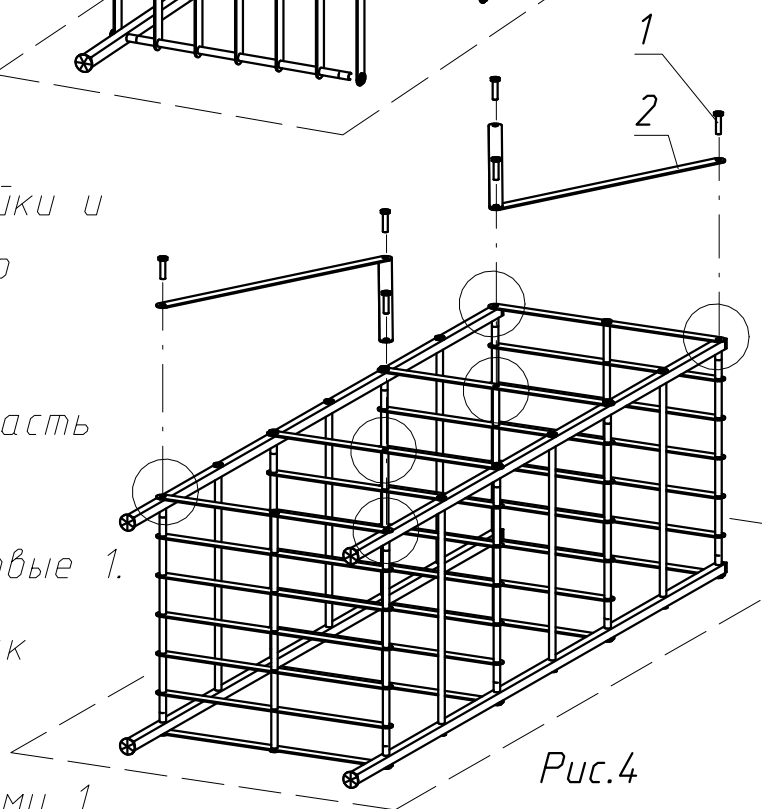

Рис.4
15) Расположить собранную часть изделия как на Рис.4
17) Расположить планки 2 как показано на Рис.4.